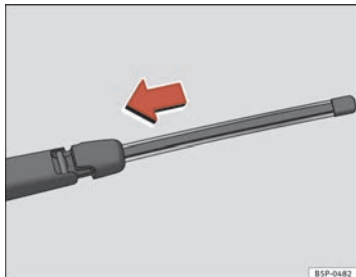

Abb. 165 Heckwischerblatt einsetzen
- Richten Sie das Wischerblatt wie in ⇒ Abb. 165 aus und verschieben Sie den Adapter, bis er einrastet.